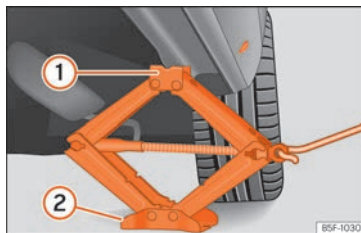

Abb. 193 Längsholm: Wagenheber ansetzen.
- Drehen Sie die Kurbel des unter dem Aufnahmepunkt des Längsträgers befindlichen Wagenhebers, bis sich die Nase **①** >>> **[Abb. 193]** unter der vorgesehenen Einföhrung befindet.
- Richten Sie den Wagenheber so aus, dass sein Aufnahmehorn **①** in die dafür vorgesehene Aufnahme am Längsträger „greift“ und die bewegliche Grundplatte **②** plan auf dem Boden aufliegt. Die Bodenplatte **②** muss sich dabei senkrecht unter dem Aufnahmepunkt **①** befinden.